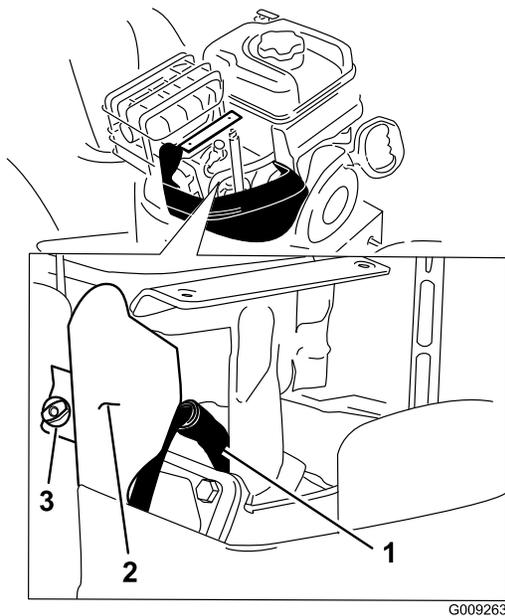

Bild 53
4. Nehmen Sie die Daumenschraube der Halterung von der Halterung ab (Bild 53).
- Reinigen Sie den Bereich um den Anschluss der Zündkerze (Bild 53).